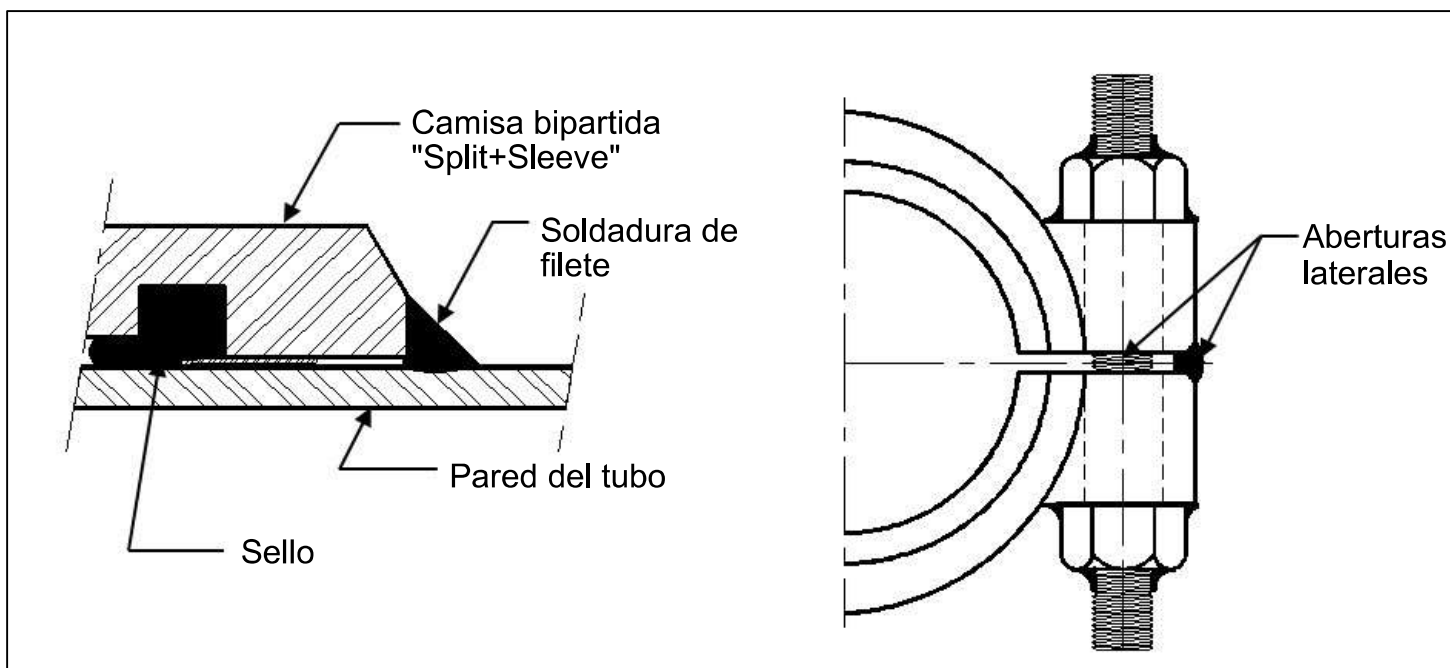

Figura 10
1. Soldar en filete los extremos al tubo. (Consulte la Figura 10)